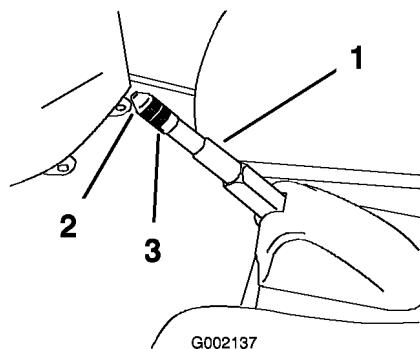

Bild 51
2. Lockern Sie die Stellschraube, mit der das Handrad am Feststellbremshobel befestigt ist (Bild 51).